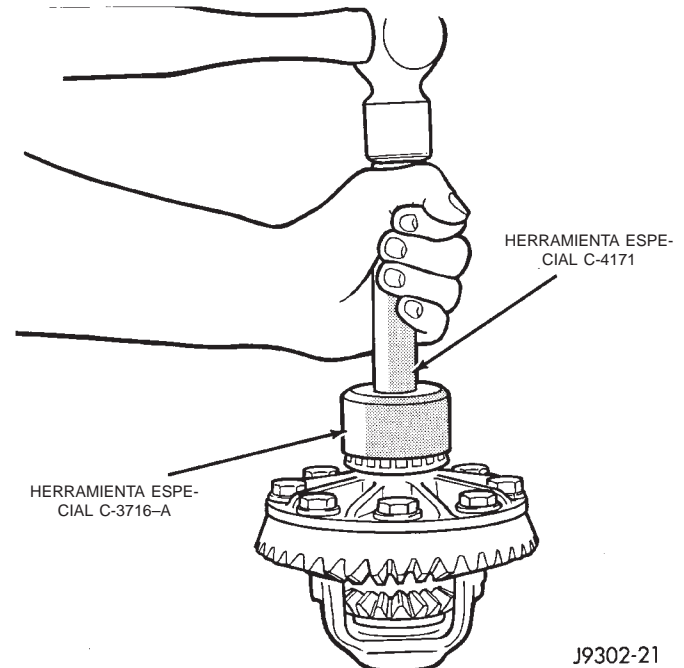

Fig. 31 Instalación de los cojinetes laterales del diferencial
(2) Instale los cojinetes laterales del diferencial con el instalador C-3716-A y el mango C-4171 (Fig. 31).